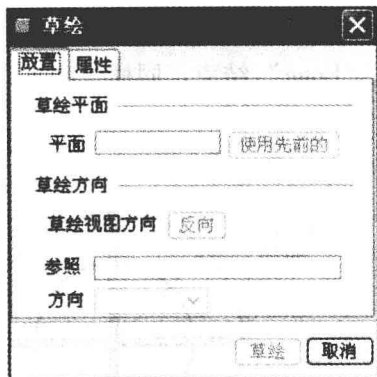
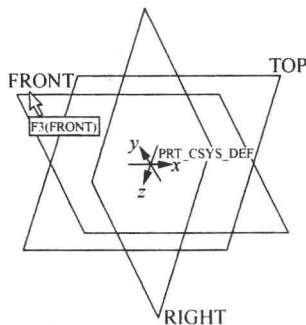
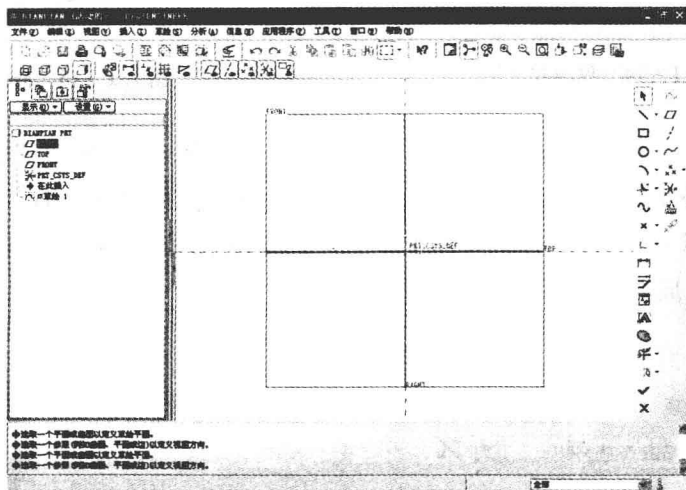

图 1.1-9 【草绘】对话框
图 1.1-10 基准面
图 1.1-11 草绘界面
(1) 进入草绘模式：单击工具栏中的（草绘工具）按钮或单击主菜单中【插入】|【模型基准】|【草绘】，系统弹出如图 1.1-9 所示【草绘】对话框，在绘图区中选择如图 1.1-10 所示的“FRONT”基准面，此时【草绘】对话框中的【草绘】按钮被激活，单击【草绘】按钮，系统进入如图 1.1-11 所示的草绘界面。